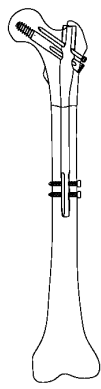

図8
- *** 8) ディスタルススクリュー挿入後、エンドキャップを装着して、インプラントの状態を正面像及び軸斜／側面像で確認して縫合し、手術を終了します。(図8)